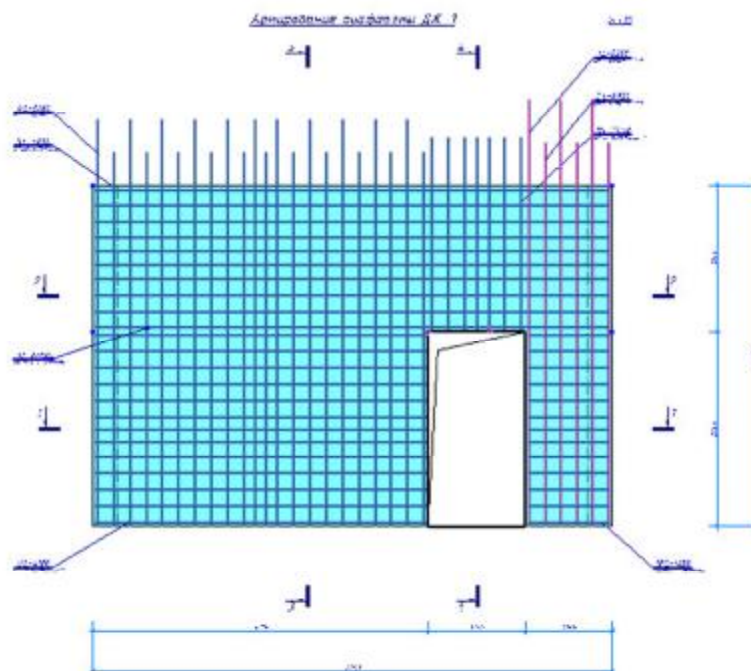

Рис. 3.38. Автоматическое проектирование диафрагмы ДЖ-1
► В открывшейся новой закладке **Армирование диафрагмы ДЖ_1** железобетонная стена уже получила некий начальный вариант автоматической расстановки стержней. Зоны армирования диафрагм подобраны с таким шагом и диаметром чтобы соответствовать необходимой расчетной площади армирования в КЭ, рис. 3.38.